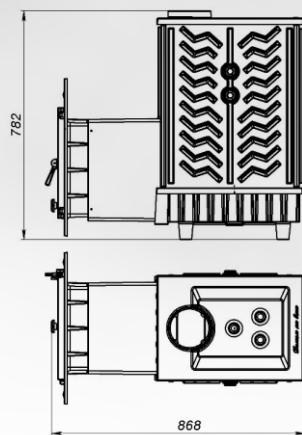

Рисунок 1
1.4.1 Печь является подовой (рис. 1).